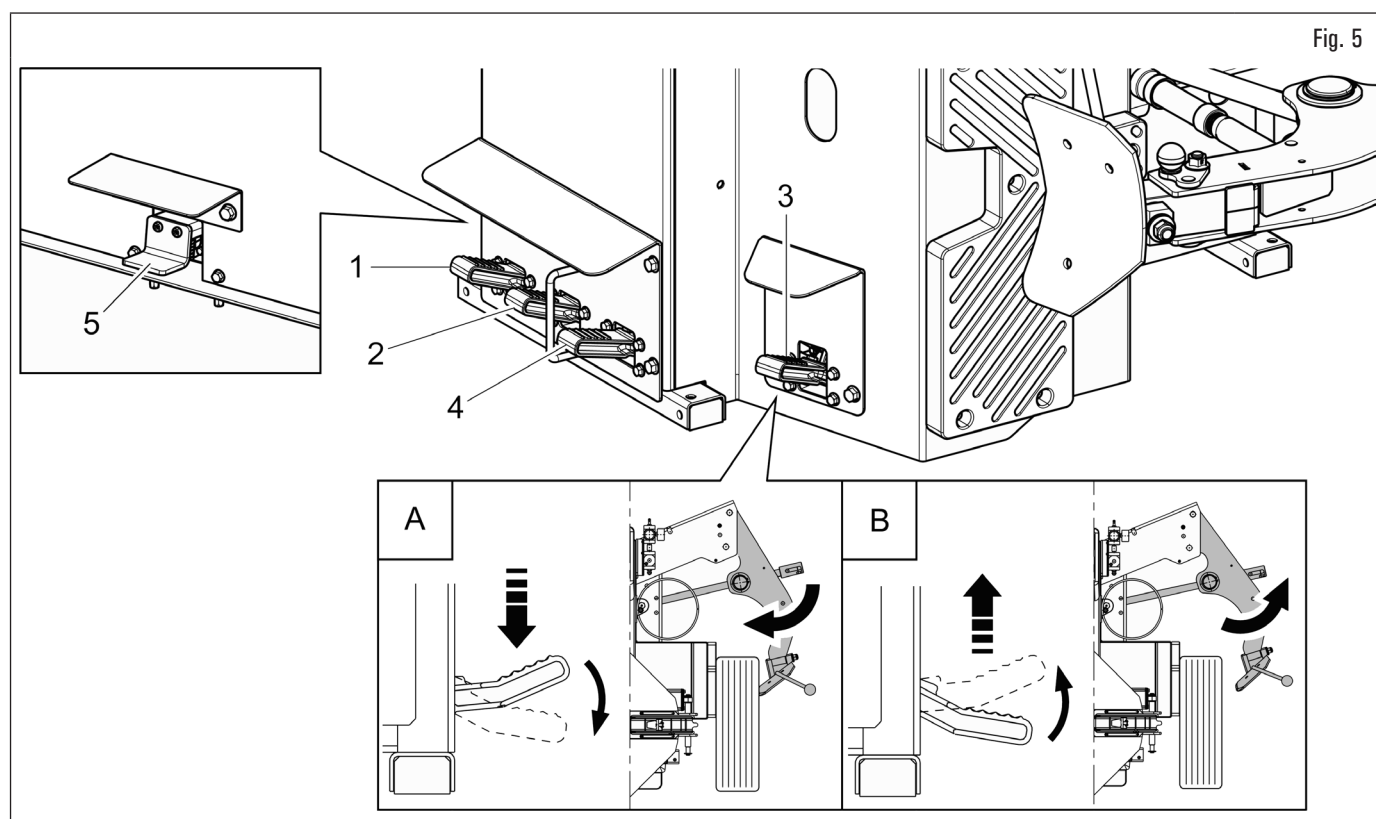

Fig. 5
Il **"pedale 1"** (Fig. 5 rif. 1) aziona il palo automatico ed ha due posizioni operative stabili: la prima (con pedale in su) ribalta il palo dalla parte opposta dell'operatore; la seconda (con pedale in giù) riporta il palo nella posizione di lavoro.
Il **"pedale 2"** (Fig. 5 rif. 2) comanda l'apertura e la chiusura delle griffe di bloccaggio del mandrino.
Il **"pedale 3"** (Fig. 5 rif. 3) ha 2 posizioni operative: una pressione verso il basso aziona il cilindro che effettua la stallonatura con il braccio laterale (A); il rilascio di tale pedale riporta il braccio di stallonatura in posizione iniziale (stallonatore aperto) (B).
Il **"pedale 4"** (Fig. 5 rif. 4) comanda la rotazione del piatto mandrino ed ha 3 posizioni stabili:
Il **"pedale 5"** (Fig. 5 rif. 5) di gonfiaggio, ad azione mantenuta, produce l'erogazione dell'aria a pressione controllata (max $4,2 \pm 0,2$ bar - 60 ± 3 psi).